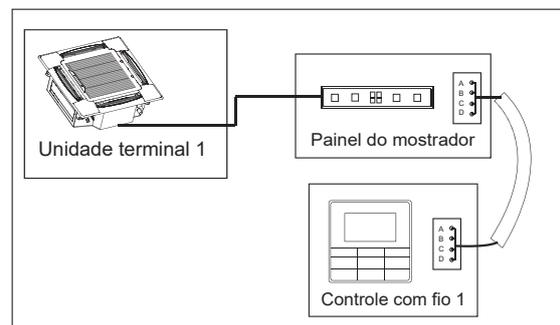

Figura 6.9
- Use 1 controle com fio para controlar 1 unidade terminal (consulte a Figura 6.9).